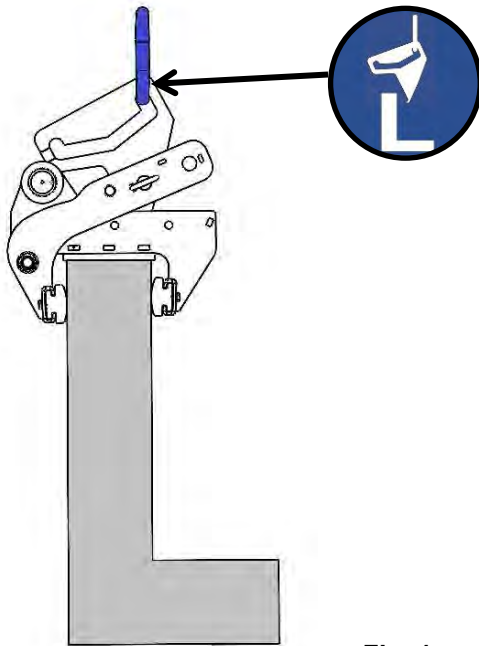

Fig. 1
Om het grijpbereik te veranderen, verwijdert u eerst de lynchpen (1) en trekt u vervolgens de stekkerpen (2) eruit. (→ Fig. 1).
De meeste grijpvoorwerpen (L-stenen) met een excentrisch zwaartepunt kunnen met het apparaat (WEZ) verticaal worden verplaatst (→ Fig. 1). Er zijn echter elementen met een extreem excentrisch zwaartepunt die **niet via de zwaartepuntcompensatie kunnen worden ingesteld**.